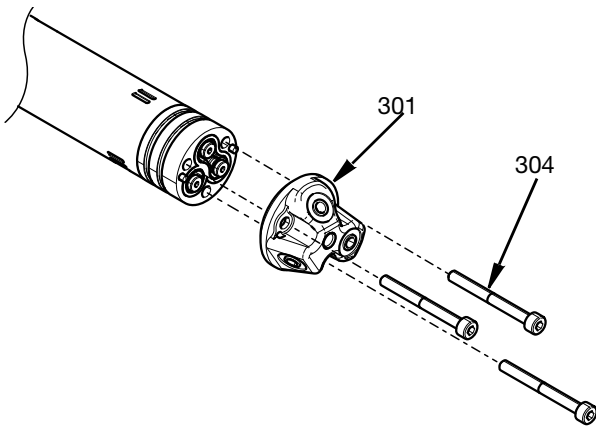

FIG. 30
10. Nozül kafasını (301), orta gövdeye cıvatalanmış M4 vidaları (304) kullanarak adaptöre takın. 29,2 in-lbs (3,3 N•m) torkla sıkın. Bkz. FIG. 30.